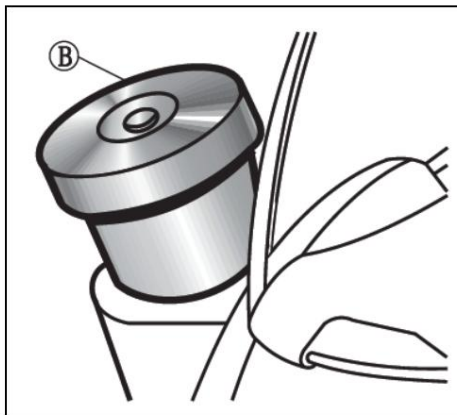

Fig. 5-11 Tapa de llenado de aceite de la cámara de distribución
Saque la varilla de nivel de aceite para verificar el nivel de aceite. (A) Si el nivel de aceite está por debajo de la escala inferior, retire el tapón de llenado de aceite en la cubierta de la cámara de distribución para llenar el aceite, como se muestra en la fig. 5-11. (B)